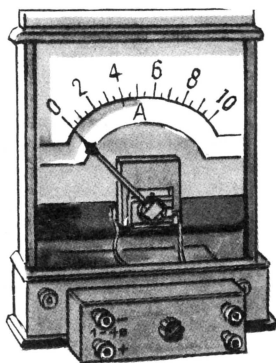
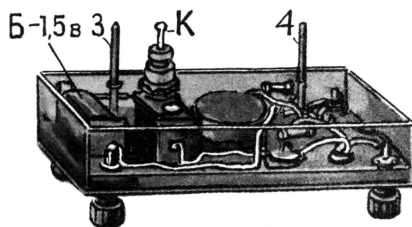
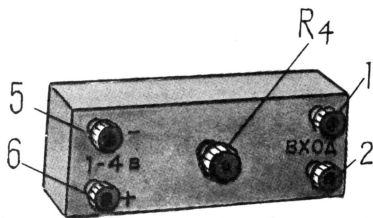
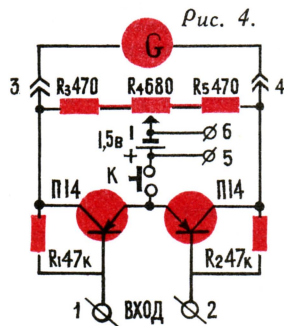

Рис. 1.
Рис. 3.
Рис. 2.
Рис. 4.
Усилитель собирается на двух одинаковых транзисторах (типа П13, П14, П15 и др.) по мостовой схеме (рис. 4), обеспечивающей линейное усиление входного сигнала. Гальванометр включается в диагональ моста, плечи которого образованы резисторами  $R_3$ ,  $R_4$ ,  $R_5$  и внутренними сопротивлениями транзисторов.
Усилитель (рис. 2) монтируется на крышке корпуса — изолирующей панели размером  $30 \times 150$  мм (рис. 3). На лицевую сторону панели выводятся ручка переменного резистора  $R_4$  и входные зажимы 1 и 2, а на обратную — выходные зажимы 3 и 4, выполненные в виде штепселей, и кнопка К для включения источника тока. К зажимам 5 и 6, расположенным на лицевой стороне, в случае необходимости можно подключить внешний источник тока с постоянным напряжением 1,5—4 в.
При пользовании усилителем его выходные штепсели вставляются в универсальные зажимы демонстрационного гальванометра (рис. 1). Кнопка К прижимается к стенке гальванометра и включает источник питания.
Стандартный двигатель также видоизменился. Посмотрите на рисунок 2. Это разрез стандартного двигателя. Старт ракеты с таким двигателем довольно энергичен. В момент воспламенения площадь горения составляет около  $4 \text{ см}^2$  и быстро увеличивается до тех пор, пока не израсходуется динамический состав, заключенный в пространстве. Дальше при работе двигателя тяга значительно уменьшается и ракета не получает дополнительного ускорения. Тяги двигателя едва хватает для поддержания движения ракеты с постоянной скоростью. Динамический состав, заключенный между 1-й и 2-й пунктирными дугами, используется недостаточно эффективно, и его обычно именуют «глухим» зарядом.
**Основные детали** — статор с катушками и ротор. Для изготовления сердечника статора разметьте лист кровельного железа на квадраты со стороной 80 мм. Нужно 60—70 пластин (рис. 1 а), чтобы они составили набор толщиной 35 мм. В центрах квадратов сделайте керном углубления и циркулем с острыми иглками прочертите круги диаметром 80 мм. Затем просверлите в центрах квадратов отверстия под болт М8 или М10 (болт должен иметь длину 90—100 мм). Вырежьте круги ножницами, распрямите их. Сделайте еще четыре такие же пластины из стали толщиной 1—1,5 мм. Две из них с отверстиями по 8 мм понадобятся вам при окончательной сборке двигателя, а две будут играть роль вспомогательных пластин при обработке сердечника.
Соберите все пластины в пакет так, чтобы вспомогательные пластины оказались по торцам, и стяните их гайками на болтах (под гайки не забудьте подложить шайбы). Просверлите в пакете пластин шесть отверстий диаметром 4,5 мм и скрепите его дополнительно шестью винтами М4 (см. рис. 1 а) длиной 40—45 мм. После этого закрепите болт в кулачках токарного станка и слегка проточите сердечник (эту опе-
рацию можно произвести также в тисках напильником). После обработки не забудьте сделать «ключ» — канавку по длине сердечника, — он будет нужен вам при сборке. Теперь выньте болт из сердечника и проточите в нем на токарном станке отверстие диаметром 37 мм. Затем, зажав сердечник в тиски, с помощью дрели или сверлильного станка, а также напильников придайте сердечнику нужную конфигурацию (рис. 1 б). Разберите сердечник, удалите заусенцы и покройте лаком каждую пластину с одной стороны. Пластины просушите, соберите окончательно в пакет (не забудьте про «ключ»!) и скрепите винтами М4 (1 и 4 на рис. 1 а). При сборке винты не забудьте обернуть несколькими слоями конденсаторной бумаги или кальки.
Два пусковых витка статора (рис. 2) изготовьте из листовой меди или латуни толщиной 0,5—0,8 мм. Если листового материала нет, витки можно сделать из толстой проволоки, предварительно сплющив ее молотком.
Обмотка статора на 220 в состоит из двух катушек (рис. 3), по 1200 витков провода ПЭЛ 0,15÷0,2 каждая. Для сети 127 в каждая катушка должна иметь 670 витков
Сердечник ротора двигателя изготавливается так же, как и статор. Толщина набора пластин 35 мм. Пластины (рис. 4 а) для обработки стяните тем же болтом, который в дальнейшем будет служить осью двигателя. В пакете ротора до проточки необходимо сделать 13 отверстий диаметром 4÷5 мм. При сборке ротора в них вставьте медные или латунные шпильки из толстой проволоки или прутка также диаметром 4—5 мм (длина шпилек 40 мм). Кроме того, из листовой меди или латуни толщиной 1—1,5 мм изготовьте две шайбы (рис. 4 б). Отверстия шайб с одной стороны нужно раззенковать.
Для подшипников двигателя можно использовать втулки испорченных переменных резисторов. Они закрепляются гайками в отверстиях пластин (см. рис. 1 а).
Энергоблоки большой мощности (рис. 3, а и б) из пяти-шести двигателей позволяют поднимать на большую высоту различных мелких животных (мышей, лягушек и т. д.), а также проводить различные научные эксперименты по определению давления, влажности и температуры на различных участках полета модели ракеты.
Фару для детского велосипеда (рис. 1); конденсатор и охладитель в самодельном проекционном фонаре для фильмоскопа (рис. 2); линзы для любительского телескопа (рис. 3); гальваническую ванну (рис. 4) и многие другие самоделки. Остановимся подробнее на одной из них.